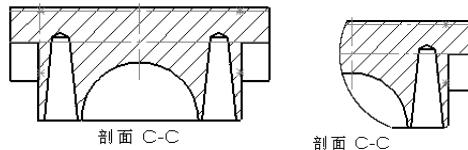

图 8-31 生成剪裁视图
(1) 激活需要裁剪的视图。
(2) 用草图绘制工具绘制封闭轮廓，如圆、封闭不规则曲线等。
(3) 单击“工程图”工具栏上的“剪裁视图”图标按钮 ，或在菜单栏中选择“插入”→“工程视图”→“剪裁视图”命令，封闭轮廓线以外的视图消失，生成剪裁视图，如图 8-31 所示。